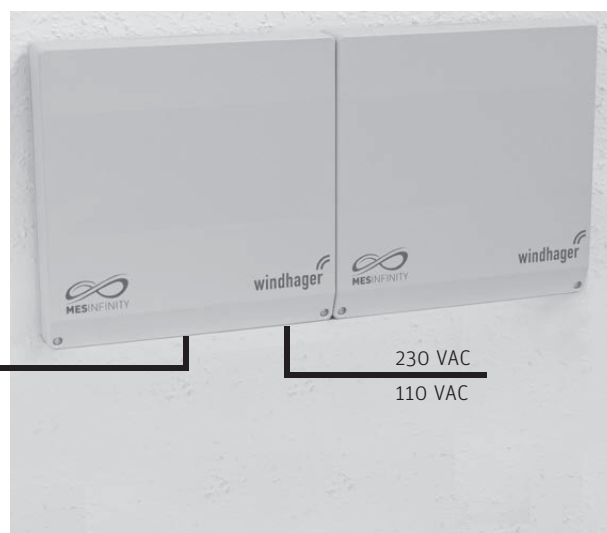

Fig. 30 Funktionsmodule (Regelung MES INFINITY) Wandmontage
- ▶ an eine Wand montiert werden (Fig. 30) – Pkt. 13.6.1, oder